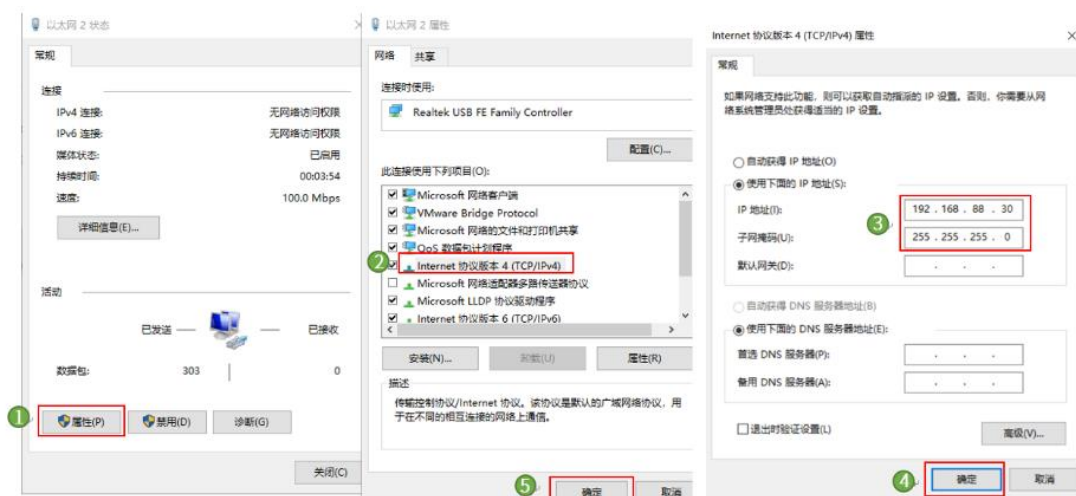

图13-4 工程详细
1. Q1-1300-D PORT1的默认IP地址为 192.168.188.100, PORT2的默认IP地址为 192.168.88.100。此次实验使用 PORT2, 打开以太网设置, 点击【属性】→【Internet 协议版本4 (TCP/IPv4)】→ 修改上位机IP地址, 使其与Q1-1300-D的IP地址在同一网段 (此处设置的IP地址不可与Q1-1300-D的IP地址完全一致), 最后点击【确定】, 如图13-4所示。